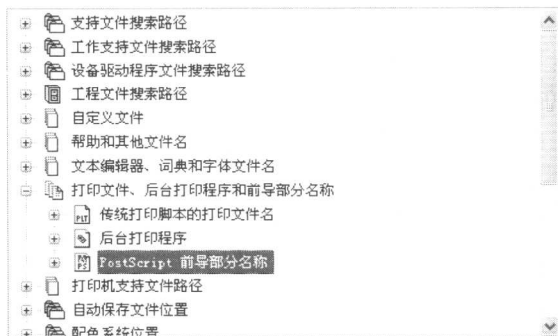

图 1-14 打印文件、后台打印程序和前导部分名称
- 打印文件、后台打印程序和前导部分名称 (如图 1-14 所示)